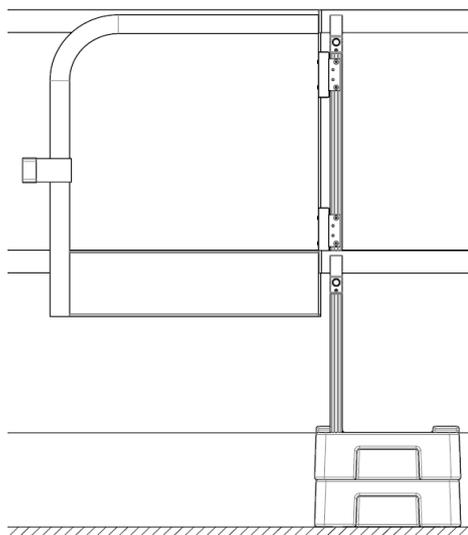

Abb. 3
3. Hand- und Knieleiste montieren und den gewünschten Abstand, gemäß DIN 4426:2013-12, zur Lichtkuppel einrichten. (Abb. 3 u. 3.1)